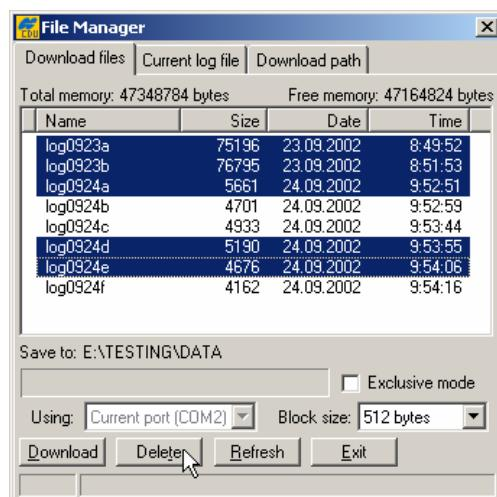

Рисунок 4-7. Удаление файлов
- Выберите пункт меню **File > File Manager** (Файл > Управление файлами), затем выберите во вкладке *Download files* (Файлы, подлежащие загрузке) файлы, которые следует удалить, см. рис.4-7. Для выбора группы файлов удерживайте нажатой клавишу **Shift** и выполняйте щелчки мышью на названиях файлов; при нажатой клавише **Ctrl** щелчки мышью по названию будут выделять отдельные файлы.
4. Щелкните на кнопке *Delete* (*Удалить*), см. рис. 4-7 на стр. 4-13.